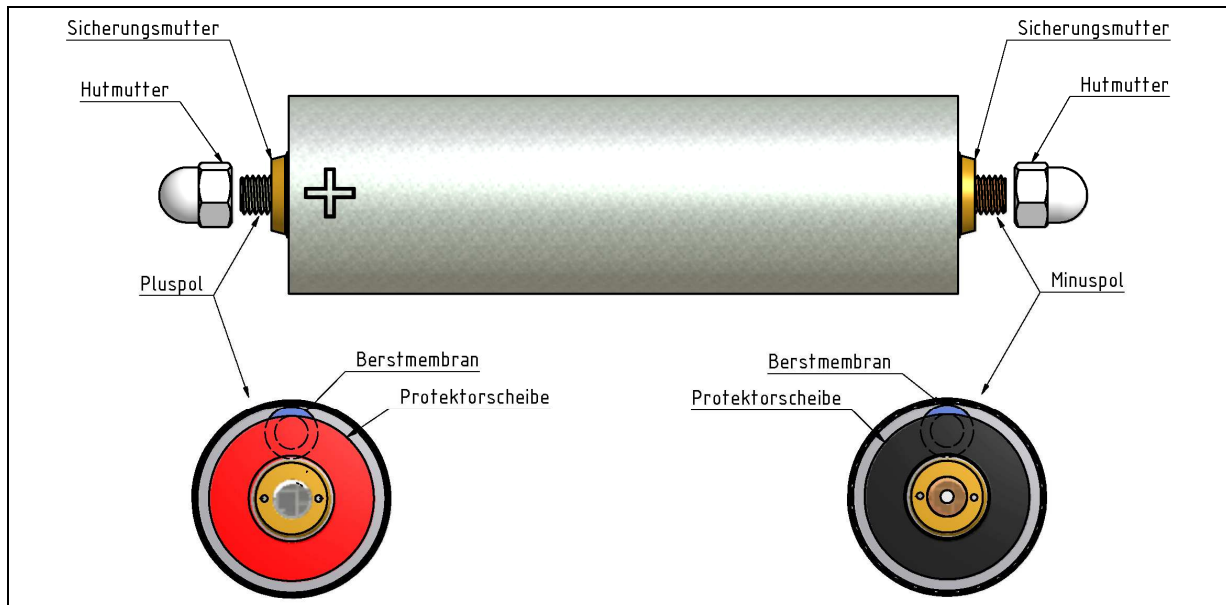

Abbildung 1: Skizzierung Typ HP 602030 LFP-38Ah/ 122Wh
Explosions- und Brandgefahr durch Kurzschluss, Überhitzung, elektrischen Missbrauch (Überladung) und mechanischen Missbrauch möglich. Blockierung oder Modifikation der Berstmembran (siehe Abbildung 1) kann ein Explosionsrisiko erzeugen. Beim Aufbau von Modulen oder Batterien dürfen die Berstmembranen der Zellen keinesfalls blockiert werden.
- Bei der Nutzung auf die richtige Polung der Zelle achten. (Abbildung 1)
Die Zellen werden aus Sicherheitsgründen im teilgeladenen Zustand ausgeliefert und haben eine Spannung von 3,25V bis 3,35V. Die Pole sind mit Hutmuttern aus Kunststoff (siehe Abbildung 1) geschützt. Die Hutmuttern sind zur Spannungsmessung und für die Montage zu entfernen. Nach der Anlieferung sind die einzelnen Zellspannungen zu messen und zu notieren. Die Spannungen sollten im Bereich von 3,2V bis 3,35V liegen. Zellen mit Spannungen < 2,5V (OCV) sollten nicht in Betrieb genommen werden. Zellen mit einer Spannung von 2,5V bis 3,2V müssen vor der in Betriebnahme, wie im Punkt 6 Lager- und Wartungshinweise beschrieben, nachgeladen werden.
Bei der Verschaltung von Zellen ist auf die richtige Polung zu achten. Die Fixierung der Zellen erfolgt über ihre Stirnflächen, wobei die Zellhalter die Protectorscheiben (Siehe Abbildung 1) nicht überdecken dürfen.